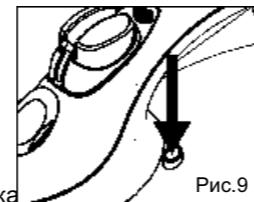

Рис.9
9. Нажмите кнопку самоочистки. (Рис.9)
10. С помощью кипящей воды и пара, которые выпускаются на подошве, удаляются осадки и накипь. (Рис.9)